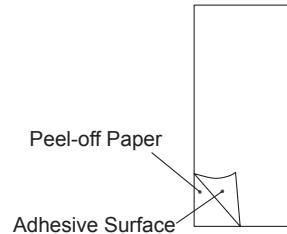

Figure 2. Protection Plastic Film
- Angiv mængderne på etiketten med uudsletteligt blæk: ① - Fabrikspåfyldning, ② - Ekstrapåfyldning & ③ - Samletpåfyldning.
- Sæt det beskyttende klæbemærke (der leveres sammen med brugervejledningen) på. Se fig. 2.